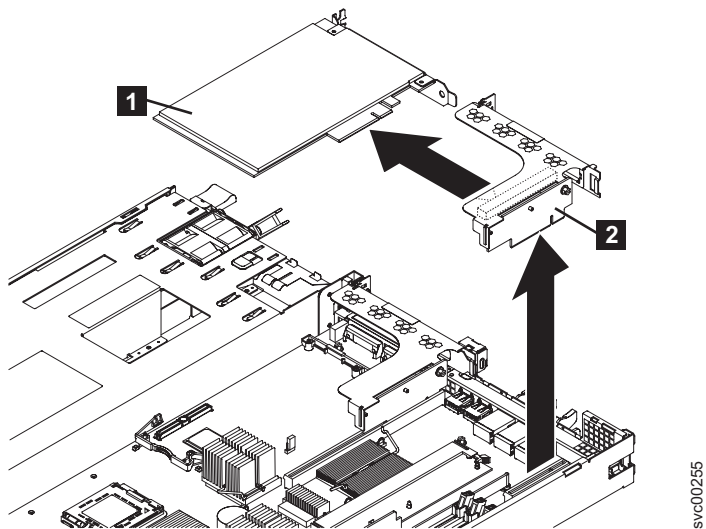

図 173. SAN ボリューム・コントローラー 2145-8G4 からのライザー・カード・アセンブリーの取り外し
6. ライザー・カード・アセンブリー (図 173 の **2**) の後部の端をつかみ、ライザー・カード・アセンブリーを持ち上げて取り外します。